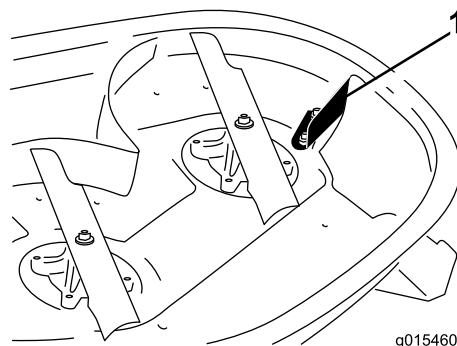

Figura 1
4. Algunos modelos tienen un deflector situado cerca del hueco de descarga (Figura 1). Retire el deflector si está presente. Guarde las piezas para su uso futuro.